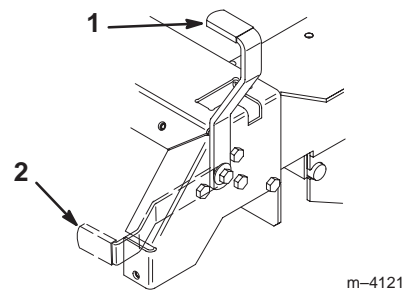

Figure 4
2. Tirez le frein de stationnement en arrière et vers le haut pour le serrer (Fig. 4). Une fois serré, le frein de stationnement ne doit plus bouger.
Poussez le levier du frein de stationnement vers l'avant et vers le bas (Fig. 4) afin de le desserrer.